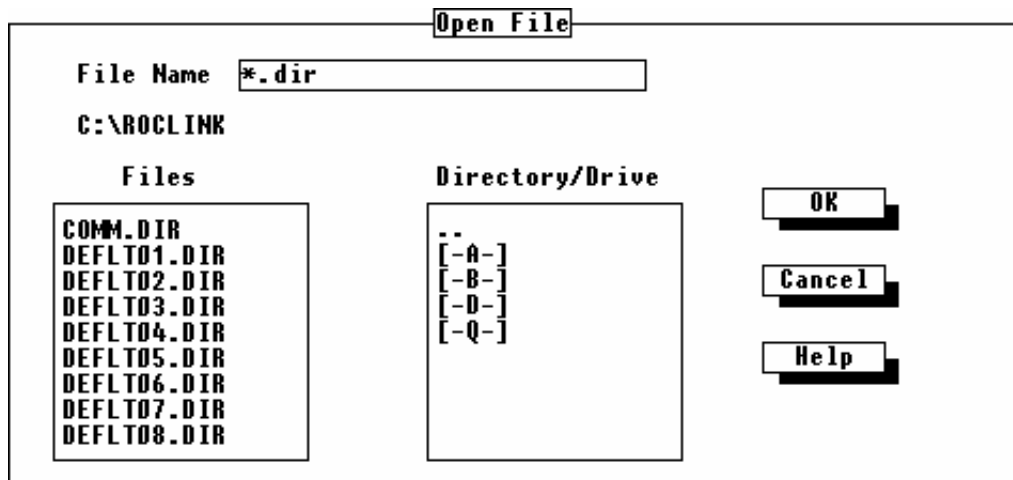

Figura 2-5. Seleção do grupo do Diretório do ROC
Depois de seleccionar o Diretório do ROC no menu de Arquivo, a caixa de diálogo Open File (Abrir Arquivo) aparece, permitindo você seleccionar o arquivo do grupo (\*.dir) a ser aberto. Refira-se à Figura 2-5. Tipicamente, o grupo COMM.DIR é listado primeiro. O COMM.DIR é o grupo que contém as configurações default do LOI, Modem, e portas COM1 no ROC ou FloBoss.
2. Selecione o **File Name (Nome do Arquivo)** do Grupo no campo Files (Arquivos) para o grupo que você deseja alterar ou modificar o COMM.DIR. Refira-se à Figura 2-5.
2. Selecione o **File Name (Nome do Arquivo)** do Grupo no campo Files (Arquivos) para o grupo que você deseja alterar ou selecionar COMM.DIR. Refira-se à Figura 2-5.